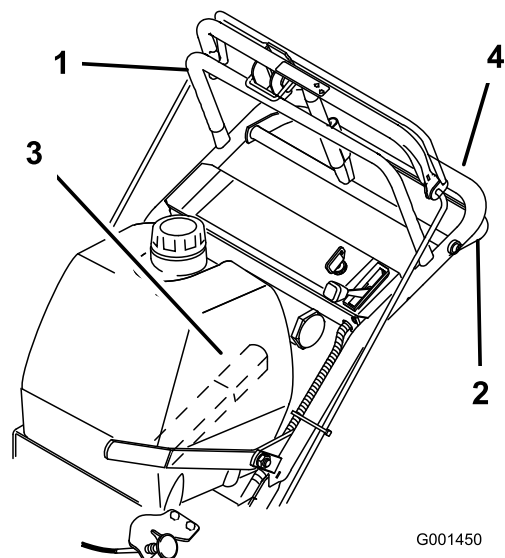
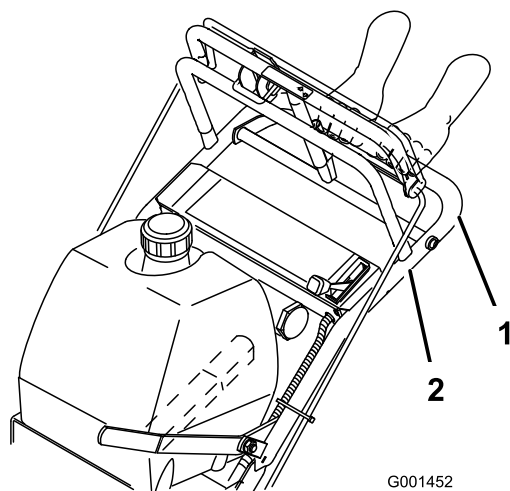

Figure 9
Figure 11
1. Pour vous déplacer en marche avant, sélectionnez une vitesse en marche avant (Figure 9).
3. Appuyez lentement sur la barre de commande supérieure pour avancer (Figure 9).
Pour vous déplacer en ligne droite, appliquez une pression égale aux deux extrémités de la barre de commande supérieure (Figure 9).
Pour tourner, relâchez la pression sur le côté de la barre de commande supérieure dans la direction que vous voulez prendre (Figure 9)
3. Rapprochez lentement la barre de commande inférieure de la partie inférieure du guidon pour vous déplacer en marche arrière (Figure 9).
7. Engagez la barre de commande inférieure et soulevez la partie inférieure du guidon simultanément pour monter sur la bordure (Figure 9 et Figure 10).
4. Engagez la barre de commande inférieure et soulevez la partie inférieure du guidon simultanément (Figure 9 et Figure 11).